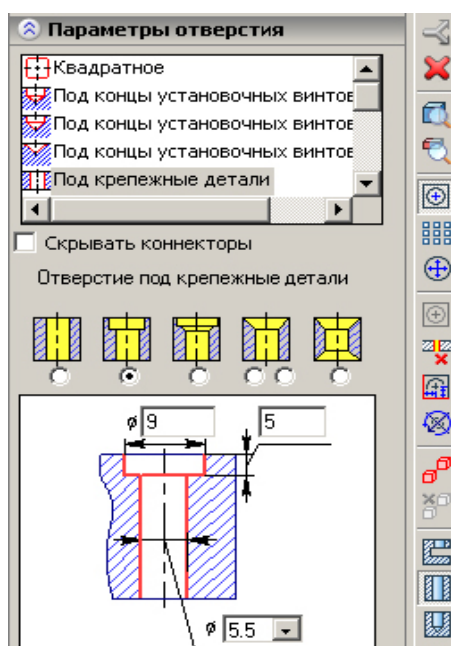

Рисунок 14 – Окно параметров отверстия
- В разделе Параметры отверстия выбрать тип «Под крепежные детали», ввести параметры отверстия (рисунок 14)